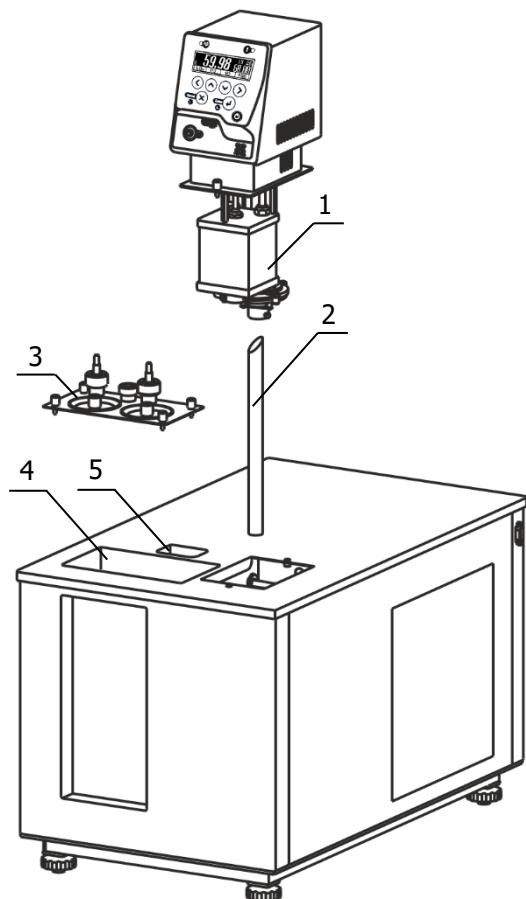
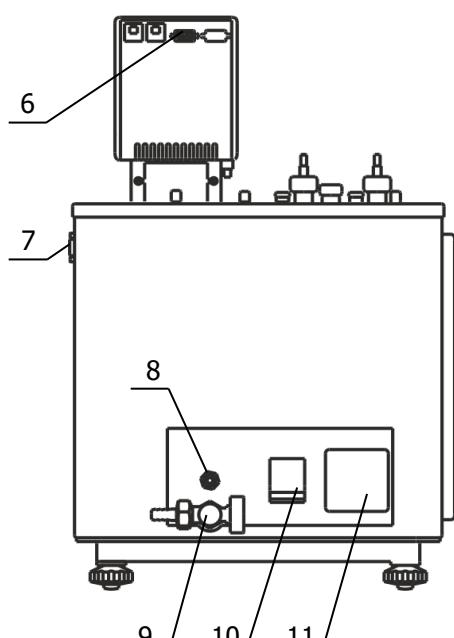

Рисунок 3 — Установка блока регулирования температуры
Рисунок 4 — Задняя панель термостата
2.2.3 Вставить выходную трубку 2 (рисунок 3) в переходное отверстие на дне основной ванны термостата коническим концом вверх, как показано на рисунке 3.
2.2.5 К переливному штуцеру 8 (рисунок 4) присоединить гибкий шланг, второй конец которого опустить в емкость для сбора излишков теплоносителя объемом 1.5–2 л.
2.2.6 Заполнить ванну термостата теплоносителем через отверстие над рабочей ванной 4 (рисунок 3) до момента начала слива теплоносителя из штуцера 8 (рисунок 4). Температурный диапазон применения теплоносителя должен соответствовать значениям, указанным в 1.2.6.
2.2.7 Вставить вилку сетевого кабеля блока регулирования в розетку 11 (рисунок 4). Соединить кабелем из комплекта поставки блок регулирования температуры (разъем 6) и холодильную машину (разъем 7). Сетевой кабель термостата подключить к питающей сети. Для этого в лабораторном помещении должна быть установлена электрическая розетка из комплекта поставки термостата.
2.2.9 При первом запуске термостата необходимо включить блок регулирования в режиме прокачки в соответствии с документом ТКЛШ 3.222.009-03 РЭ «Блоки регулирования температуры погружные циркуляционные М03, М03М серии МАСТЕР». При работе циркуляционного насоса уровень теплоносителя в рабочей ванне поднимается, и теплоноситель начинает равномерно переливаться в основную ванну. При этом уровень теплоносителя в основной ванне падает, что может привести к срабатыванию защиты от недостаточного уровня теплоносителя. Доливать теплоноситель следует до момента начала слива из переливного штуцера 8 (рисунок 4).
Причина отсутствия перелива — неправильная работа насоса, вызванная воздушной пробкой, образовавшейся в резервуаре 1 (рисунок 3). Для ее устранения необходимо:
2.4.2 Надеть сливной шланг из комплекта поставки на кран 9 (рисунок 4) и закрепить его хомутом. Свободный конец шланга опустить в емкость для сбора теплоносителя объемом, превышающим объем термостата.